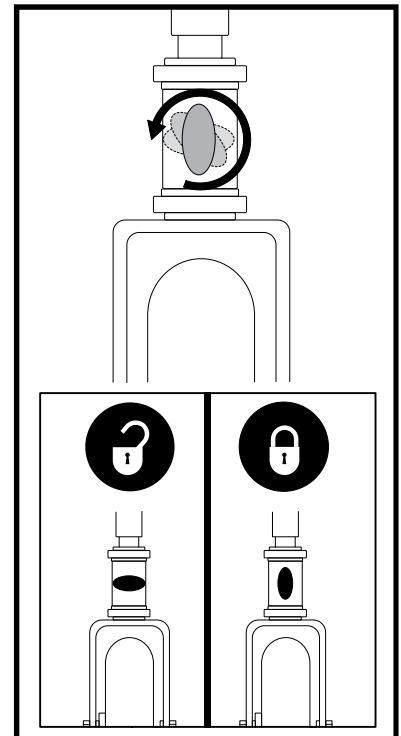

Abb. 28. Lenkersicherungshebel (Für modell 104)
1. Schlüssel aus dem Schlüsselschalter entfernen. *Für modell 104*, Justieren Sie den Lenker in eine gerade Position, indem Sie den Lenkersicherungshebel eindrücken und gleichzeitig 90° im Uhrzeigersinn drehen. **Siehe Abb. 28.** Das Vorderrad muß nach vorne gerichtet sein, um den Lenker festzustellen.